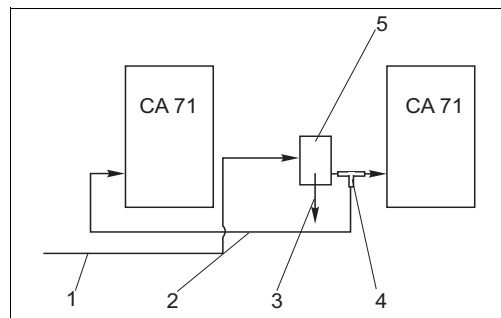

图 14: 安装实例
- 两台分析仪间的距离应尽可能短: 三通和第二台分析仪间的取样管路 (→ 图 14, 部件 2) 的长度应小于 1.5 m